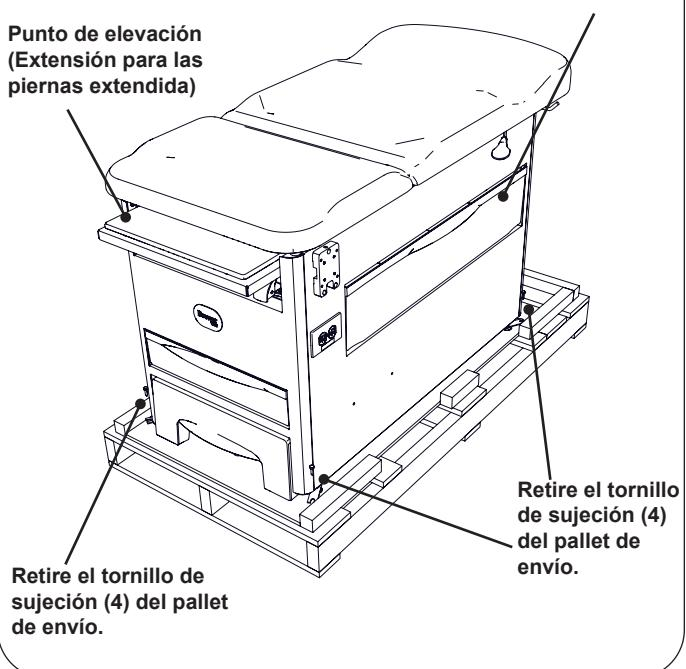

Figura 3. Puntos de elevación de la mesa
- Para evitar dañar la mesa, solo levántela desde los puntos que se indican en la Figura 3.
2. Quite los 4 tornillos de sujeción para desempacar la mesa del pallet con una llave de cubo de 1/2 pulg y retire el soporte de envío. Consulte la Figura 3.
4. Levante la mesa para sacarla del pallet de envío desde los tres puntos de elevación indicados en la Figura 3. Es necesario que dos personas levanten la mesa. Se puede usar la extensión para las piernas para levantarla.